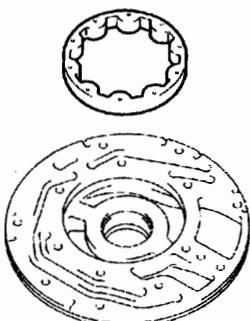
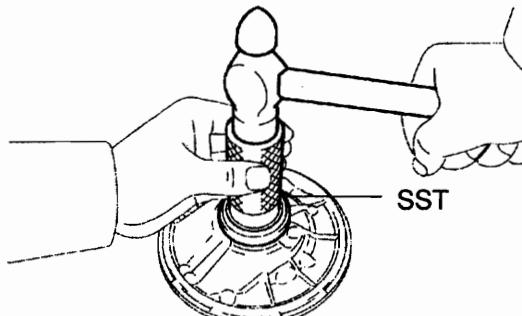

图 12-1-109
图 12-1-111
- (10) 如图 12-1-109 所示，拆下前机油泵从动齿轮。
- (1) 如图 12-1-111 所示, 用 SST 和锤子安装新前机油泵油封, 在油封唇口上涂 MP 润滑脂。注意: 油封端部应该和泵体外缘平齐。
- (2) 将机油泵体放置在变矩器离合器上。
- (3) 安装前机油泵从动齿轮。如图 12-1-109 所示, 将 ATF 涂到从动齿轮上, 将从动齿轮安装到机油泵体上。